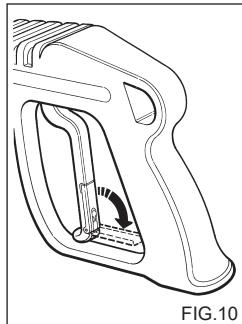

FIG.10
- Quando l'idropulitrice non viene utilizzata chiudere il dispositivo di sicurezza dell'impugnatura.(fig. 10)